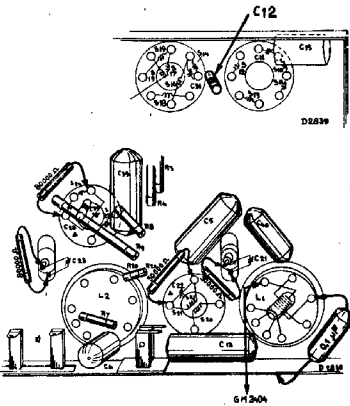

Fig. 3
5. C22 overbruggen met een weerstand van 50000 ohm; en C23 met een weerstand van 80000 ohm (zie fig. 3).
8. C21 shunten met een weerstand van 50000 ohm, en C24 met 80000 ohm (zie fig. 3).
3. Aperiodische versterker GM 2404 aansluiten aan anode van L1 (zie fig. 3).
5. Eerste rooster van de menglamp aarden via condensator van 0,1 μF (zie fig. 3).
11. C12 trimmen op maximum output (zie fig. 3).